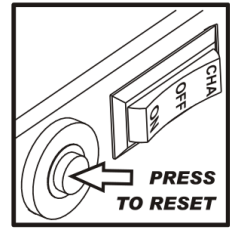

Fig.14
- Appuyez sur le bouton DISJONCTEUR pour réinitialiser. (Fig.14)